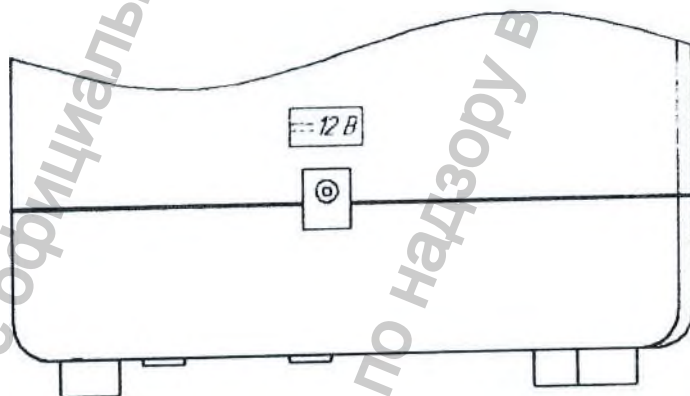

Рисунок 8 - Блок управления отсасывателя ОМП-5/80-02.
2.4.3.2 На боковой стороне блока управления (рис. 8) расположен разъем «12 В» для подключения сетевого адаптера питания.